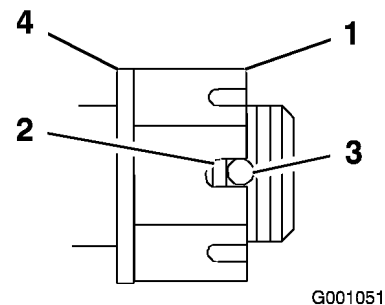

Figura 48
4. Serrate il dado a corona a 170 Nm (Figura 48).
5. Controllate la distanza dalla base della scanalatura del dado e il bordo interno del foro. Devono essere visibili due filetti o meno (Figura 48).
7. Serrate il dado a corona a 170 Nm (Figura 48).
8. Serrate il dado fino ad allineare la serie di scanalature successiva con il foro nell'albero (Figura 48).